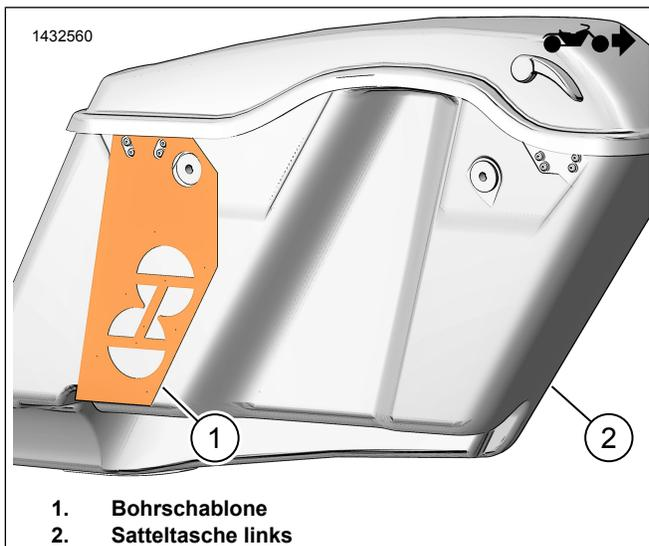

Abbildung 2. Linke Satteltasche Vorlage
1. Siehe Abbildung 2. Bohrschablone (1) an linker Satteltasche (2) positionieren.
Siehe Abbildung 2. Linke Satteltasche (2) modifizieren.